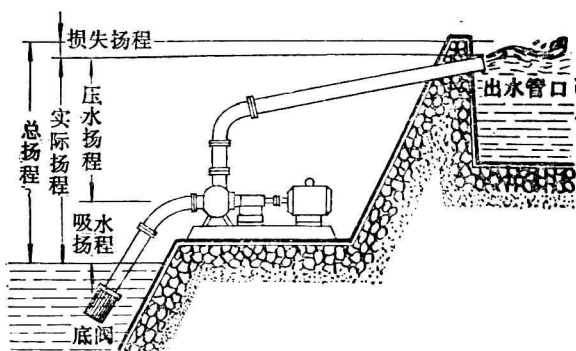

图 3—6 扬 程
3.扬程 就是水泵抽水的高度,用米作单位。扬程一般分吸水扬程、压水扬程、实际扬程、损失扬程和总扬程,其关系如图 3—6 所示。